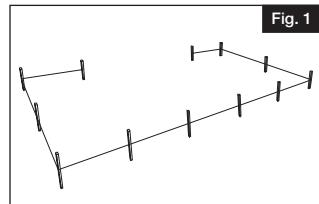

Fig. 1
Établir votre ligne de clôture en jalonnant l'espace que vous souhaitez entourer. Figurer chaque point où un poteau de bout, de coin ou de porte sera nécessaire et l'indiquer par un piquet (Fig. 1).
Lorsque le poteau est en place, installez le premier panneau de clôture. Insérez les traverses horizontales du panneau dans les trous perforés du poteau précédemment installé. Placer les traverses aussi loin que possible dans le poteau (Fig. 1).
- Establezca la línea de valla colocando estacas en la zona que desea cercar. Ubique cada punto en donde necesitará un poste de extremo, esquinero o de portón, y márquelos con una estaca (Fig. 1).
Mientras endurece el poste, instale el primer panel de valla. Inserte los travesaños horizontales del panel en los agujeros prepuñzonados del poste previamente instalado. Introduzca los travesaños tanto como se pueda en el poste (Fig. 1).